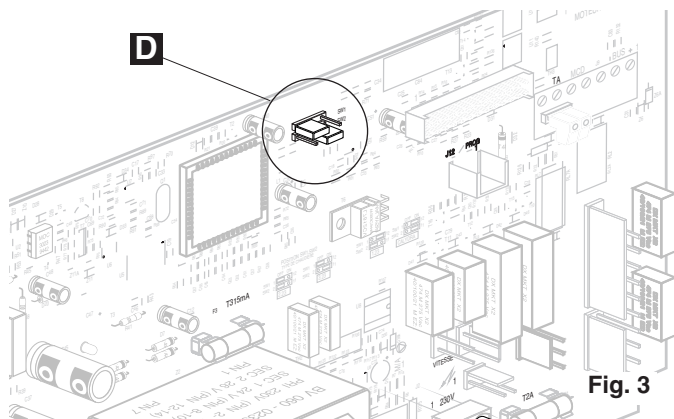

Fig. 3
- repérer les switch SW1 et SW2 **D** (fig. 3)